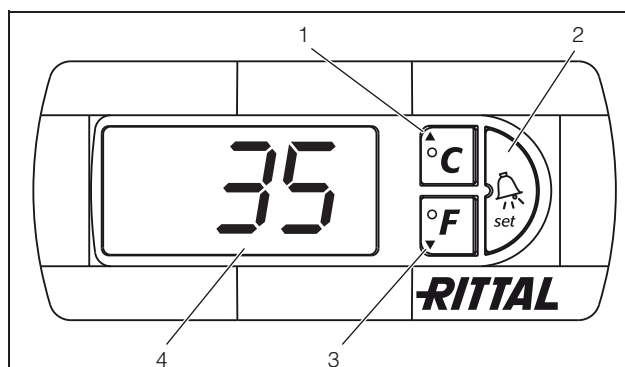
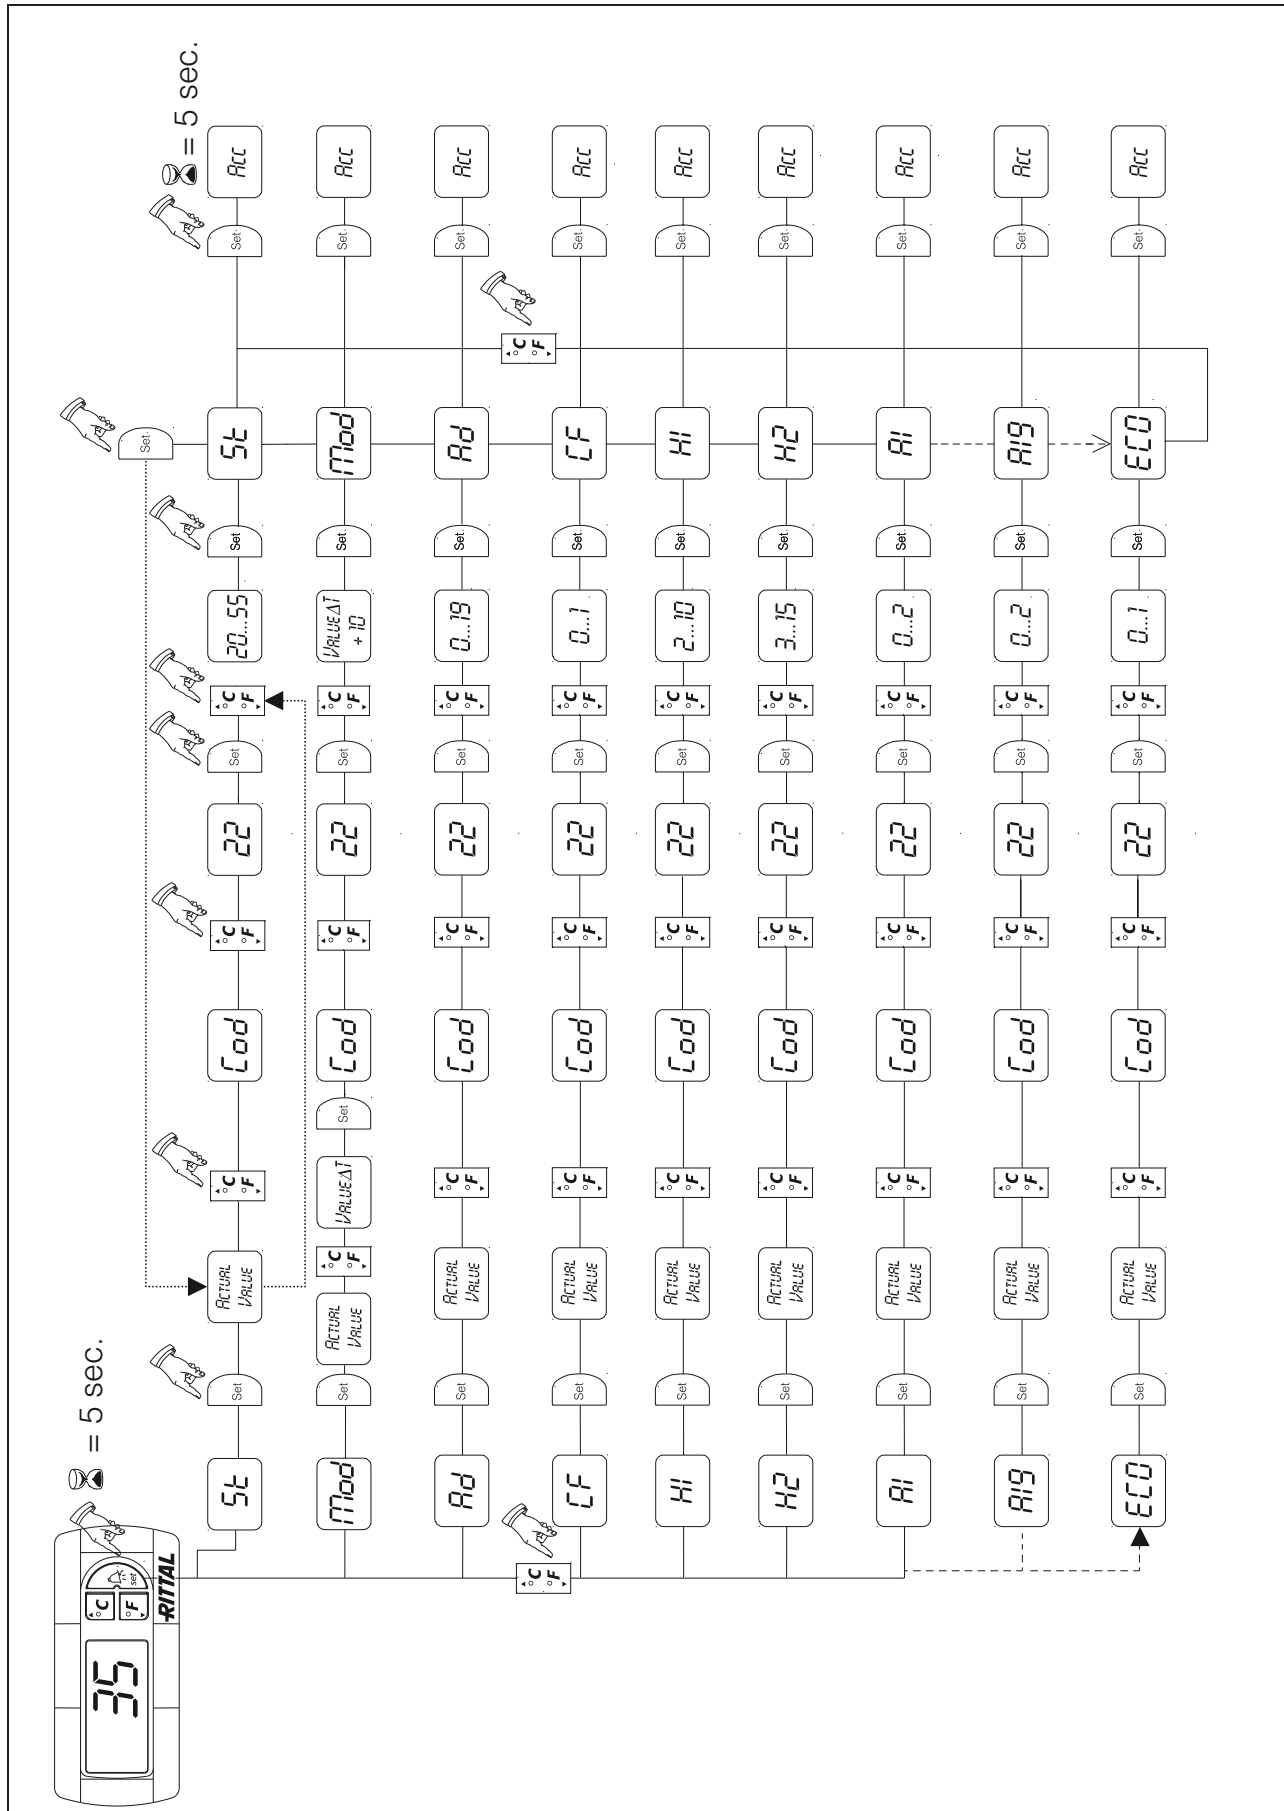

Fig. 21 : Affichage de la température intérieure et des défauts du régulateur e-Confort
Fig. 25 : Tableau synoptique de la programmation du régulateur e-Confort
Le régulateur e-Confort dispose d'un affichage à 7 segments (fig. 21, n° 4). Après la mise sous tension, il commence par afficher la version actuelle du logiciel pendant env. 2 secondes. En fonctionnement normal, il assure l'affichage de la température (en degrés Celsius ou en degrés Fahrenheit par commutation) et l'affichage des défauts.
La programmation de l'appareil se fait à l'aide des touches 1 – 3 (fig. 21). Les paramètres correspondants sont également visualisés sur l'afficheur.
- Appuyer simultanément sur les touches 1 et 2 (fig. 21) pendant au moins 5 secondes.
Les touches 1, 2 et 3 (fig. 21) vous permettent de modifier les paramètres à l'intérieur des plages définies (valeurs limites minimales et maximales). Les tableaux 8 et 9 indiquent quels sont les paramètres modifiables. La fig. 25 de la page 20 indique les touches que vous devez actionner.
Le mode Eco sert à économiser l'énergie de l'échangeur thermique air/eau en cas de charge thermique inexistante ou minime (ex : mode attente, aucune production ou week-end). Lorsque la température intérieure de l'armoire électrique est inférieure de 10 K à la température de consigne, le ventilateur de l'évaporateur (dans le circuit interne) est mis hors tension. Afin de mesurer de manière fiable la température intérieure de l'armoire électrique, le ventilateur fonctionne néanmoins 30 secondes toutes les 10 minutes (voir fig. 21). Dès que la température intérieure atteint à nouveau une valeur de moins de 5 K par rapport à la température de consigne, le ventilateur se met à nouveau en marche de manière permanente. Si on le souhaite, le mode Eco peut être désactivé via l'afficheur. Pour cela, il faut remplacer dans le niveau de programmation le paramètre 1 par 0 (voir tableau 7, page 18). Le ventilateur fonctionnera alors en service permanent.
Voir également fig. 25, page 20.
Vous trouverez une explication précise des différents messages de défauts au paragraphe 6.2.10 Exploiter les messages de défaut, page 22. Voir également fig. 25, page 20.